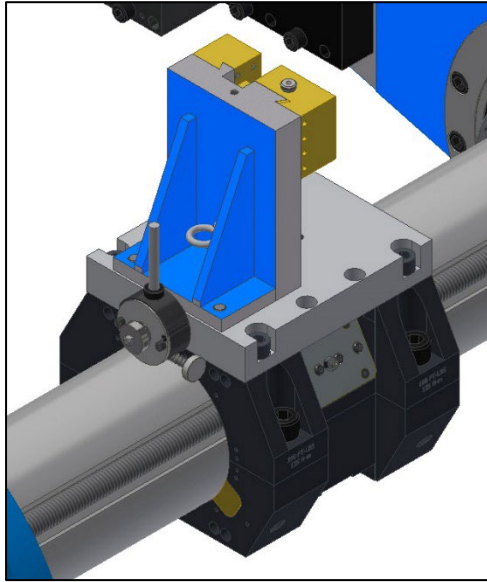
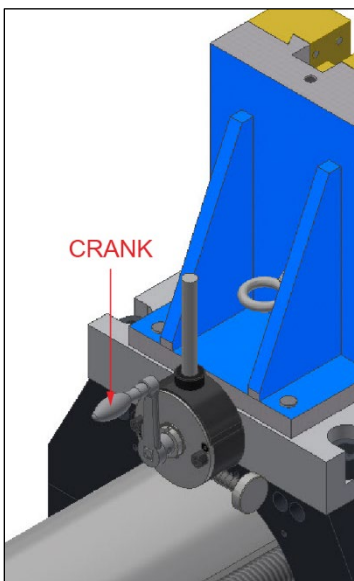
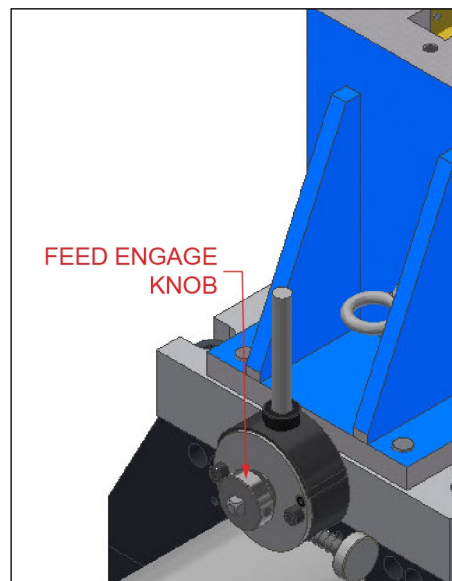

Abbildung 22. Planfräskopf direkt am Werkzeugträger montiert
Abbildung 25. Planfräskopf direkt montiert, mit gerader Handkurbel
Abbildung 26. Planfräskopf direkt montiert, mit angebrachtem Vorschubeinrastknopf
- a) Wenn keine Abstandshalter verwendet werden (siehe Abbildung 22), verwenden Sie die gerade Handkurbel und den Vorschubeinrastknopf, um manuelle Einstellungen vorzunehmen und den automatischen Vorschub zu aktivieren (siehe Abbildung 25 und Abbildung 26 auf Seite 36).